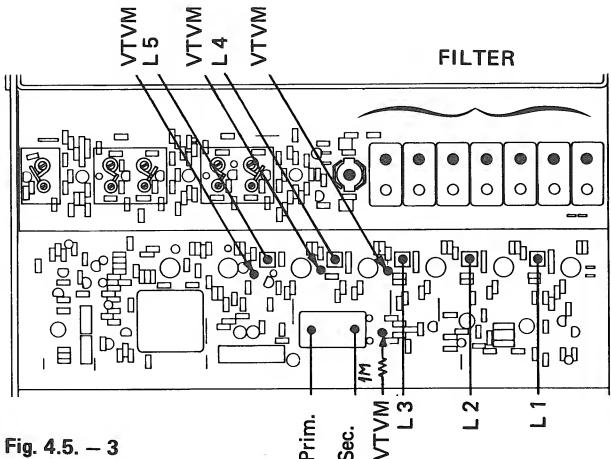

Fig. 4.5. - 3
4.5.2. Remove coaxial cable from the input to mixer stage and connect IF-signal from the test generator as shown in figure 4.5. - 2.
4.5.4. Connect VTVM with RF-probe to the input of IC 4 (220 ohms). Adjust slug in coil 3 (blue) to obtain a maximum reading of approximately 0.8 V (figure 4.5. - 3).
4.5.2. Après avoir ôté le câble coaxial, connecter le câble FI du générateur à l'entrée du circuit mélangeur de l'étage haute-fréquence (fig. 4.5. - 2).
4.5.4. Connecter la sonde HF du V.à L. à l'entrée de IC 4 (220 ohms). Accorder le circuit 3 (bleu) au maximum de déviation de l'instrument: environ 0,8 V (fig. 4.5. - 3).